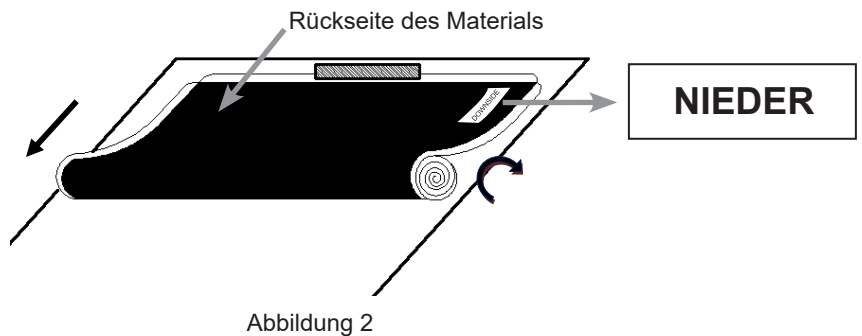

Abbildung 2
2. Es wird dringend empfohlen, dass zwei Personen das Material abrollen, um zu verhindern, dass sich das Sieb verbiegt oder ungleichmäßig rollt. Jede Person sollte ein Ende der Walze halten und den Bildschirm langsam im Uhrzeigersinn abrollen (Abbildung 2).